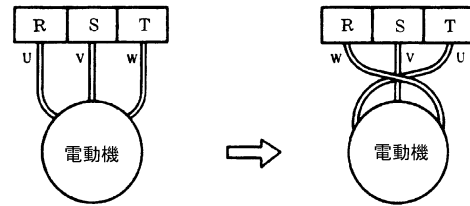

図 5
- (1) スイッチを一、二度入れたり切ったりして始動に異常のないことをご確認ください。
- (2) 電圧が定格電圧の±10%以内までは差支えありませんが著しく低下している場合は始動しません。（電氣的仕様は**4** 製品仕様の*2 参照）
- (3) 次に回転方向を確認してください。ポンプを運転し、吐出し量が少なく異常音を発する場合は逆回転ですから、三相のうち二相を入れ替えてください。（**図 5** 参照）